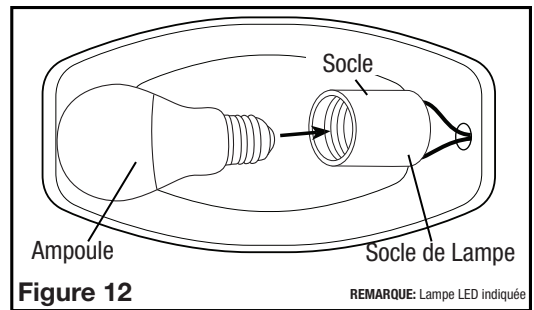
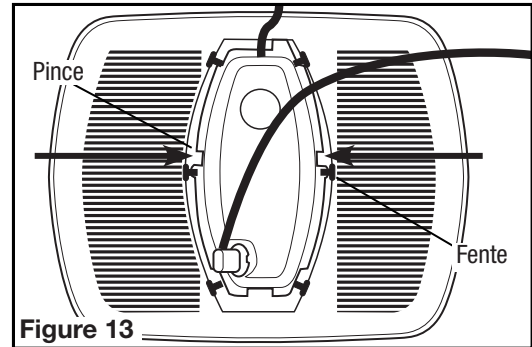

Figure 12
Figure 13
4. Installez la lampe incluse dans le support de lampe E26 (base à vis) (Figure 12).
5. Installez le réflecteur sur la grille en plaçant les fentes sur le côté du réflecteur au-dessus des pinces de la lentille, près du centre de la grille. Tout en pressant le milieu du réflecteur, faites-le glisser de sorte que les encoches en plastique reposent sous les clips de l'objectif et le réflecteur soit sécuritaire (Figure 13).
3. **Remplacer la lampe :** coupez l'alimentation de l'appareil. Retirez la grille en tirant vers le bas sur la grille et en serrant ensemble les ressorts de la grille pour libérer le logement (Figure 13). Retirez le réflecteur de la grille en faisant glisser les encoches du réflecteur du dessous des pinces des lentilles du grill (Figure 12).